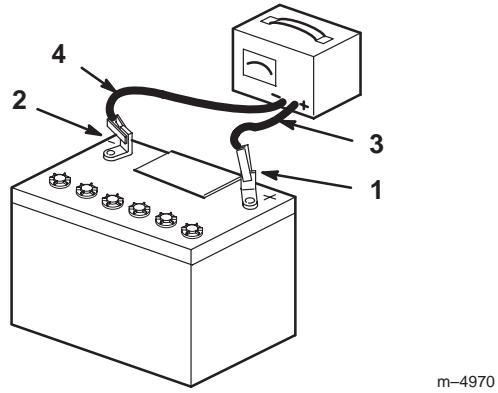

Figure 73
- Quand la batterie est chargée au maximum, débranchez le chargeur de la prise, puis débranchez les fils du chargeur des bornes de la batterie (Fig. 73).